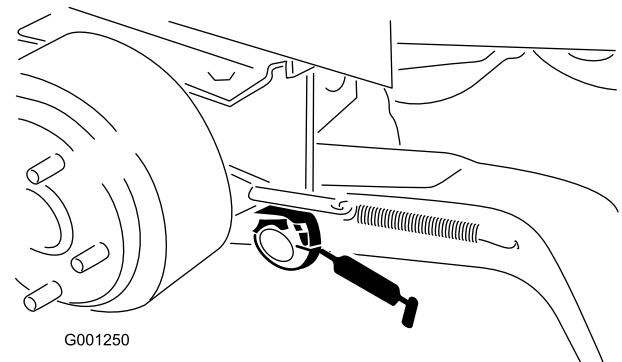

Figura 38
- Casquillos de pivote de los brazos de elevación (Figura 38)